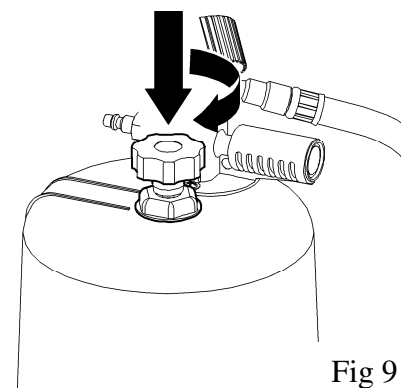

Fig 9
To transfer the oil from the inspection chamber to the container, press down the knob and twist to lock it in open position. See fig 9.
(SE) Stäng ventilen när sugningen är avslutad. För att tömma den transparenta vakuumtanken ned till spilloljetanken, trycks ratten ned, vrids och låses i öppet läge. Se fig 9.